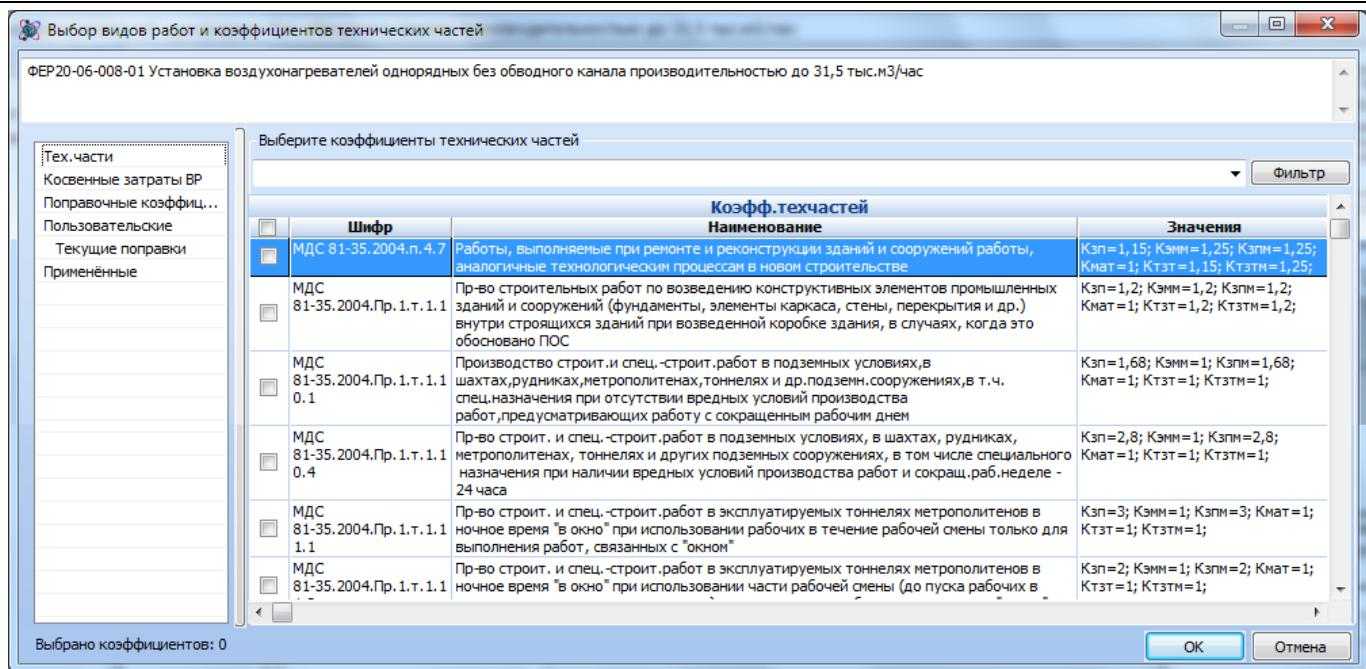

Рис. 4.27 Диалоговое окно База коэффициентов
- В открывшемся диалоговом окне *База коэффициентов* (рис. 4.27) при помощи флагов отметить коэффициенты, которые необходимо применить;
- Нажать на кнопку — Сохранить коэффициент в базу. После сохранения коэффициент будет доступен для выбора в диалоговом окне *База коэффициентов* (см. рис. 4.27).